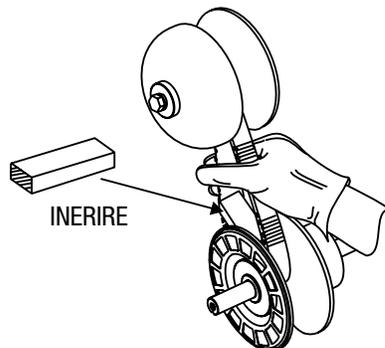

Figura 19. Tenere aperta la puleggia inferiore
2. Un pezzo di legno inserito fra il lato mobile e il lato fisso della puleggia inferiore contribuisce a tenere i due lati della puleggia aperti mentre si installa la nuova cinghia di trasmissione. Vedere figura 19.